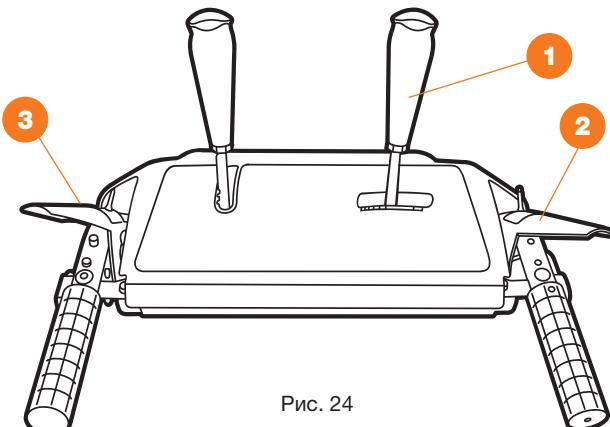

Рис. 24
- Установите требуемую рабочую скорость движения переключением передачи на панели управления. Перемещая рычаг выбора скорости ①, установите его в одно из четырех положений **ВПЕРЕД** или в положение **НАЗАД** (Рис. 24).
- Нажмите на рычаг включения вращения шнека **2** и шнеки начнут вращаться. При отпускании рукоятки шнеки остановятся (Рис. 24).
- Нажмите на рычаг включения привода колес **3** и снегоуборщик начнет движение. При отпускании рычага снегоуборщик остановится (Рис. 24).
- При одновременном нажатии рукоятки включения вращения шнека **2** и рычага включения привода колес **3**, рычаг **3** можно отпустить, при этом движение снегоуборщика и вращение шнеков продолжится. Таким образом, не останавливая процесс уборки, вы можете свободной рукой отрегулировать направление и дальность выброса или включить фару (Рис. 24).
- Для остановки снегоуборщика отпустите рычаг включения привода хода **2** и привод колес, вращение шнека автоматически выключается (Рис. 24).
- При отпущенном рычаге включения вращения шнека ② (в верхнем положении), трос привода должен иметь небольшое ослабление. Он не должен быть сильно натянут (Рис. 24).
- Находясь в положении оператора (за снегоуборщиком) включите шнек, нажав на рычаг включения вращения шнека ② (Рис. 24).
- Оставьте шнек в рабочем состоянии примерно на 10 секунд, после чего отпустите рычаг включения вращения шнека ② (Рис. 24). Повторите эту процедуру несколько раз.
- При включенном двигателе и установленном в верхнее положение рычаге включения шнеков ②, подойдите к снегоуборщику со стороны ковша (Рис. 24).